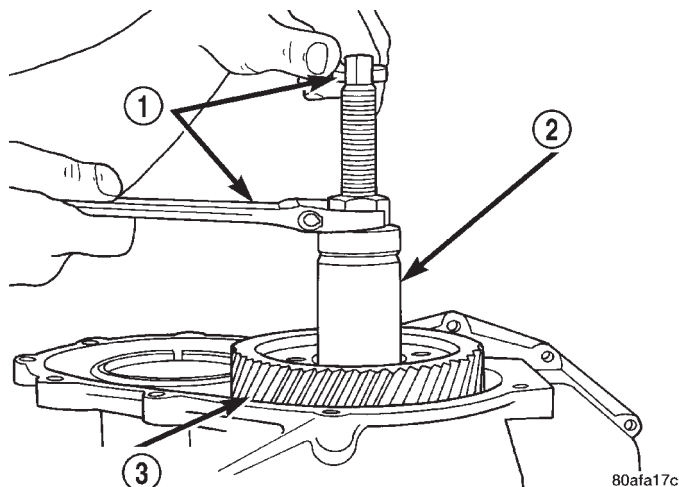

Fig. 96 Instalación del engranaje transmisor
(15) Instale el conjunto de engranaje transmisor y cojinete con la herramienta 6261 (Fig. 96).